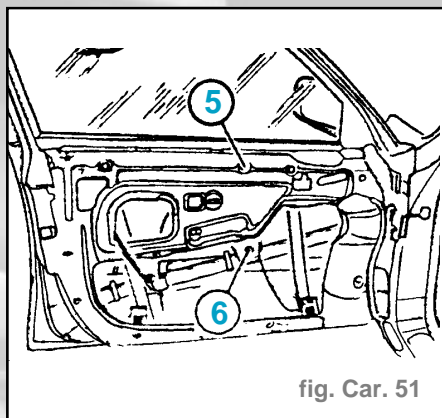

fig. Car. 51
- Serrer les vis (5) et (6) (fig. Car. 51)